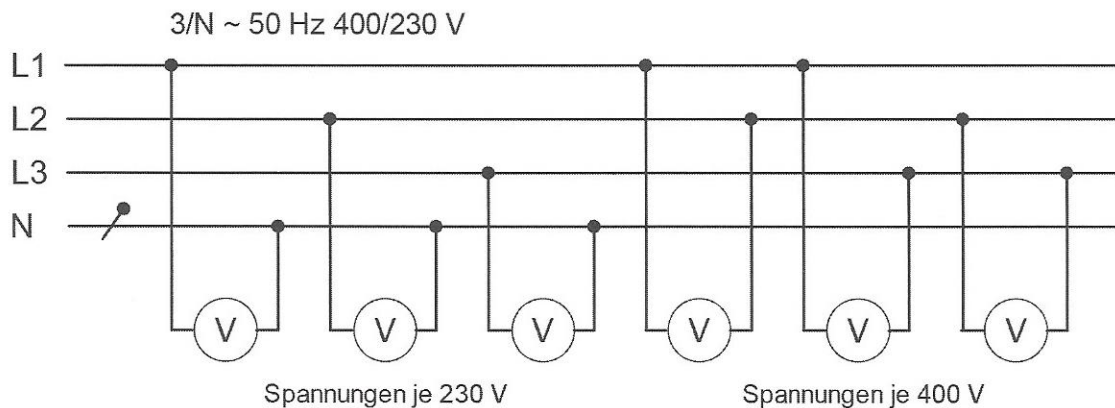

Abb. 3.1: Spannungen im Vierleiter-Drehstromsystem
Für leistungsstärkere Anlagen und Geräte kann der erhöhte Energiebedarf nicht mehr sinnvoll über ein Einphasenwechselstromsystem bereitgestellt werden. Aus diesem Grund wird heutzutage bei der Energieerzeugung und -verteilung das Dreiphasenwechselstromsystem (auch als Drehstromsystem oder Vierleitersystem bezeichnet) verwendet. Dieses hat drei Außenleiter (L1, L2 und L3) sowie einen Neutraleiter (N). Zwischen diesen Leitern lassen sich entsprechend **Abb. 3.1** sechs Spannungen abnehmen, die in unserem Versorgungssystem die Größen 230 V bzw. 400 V haben.